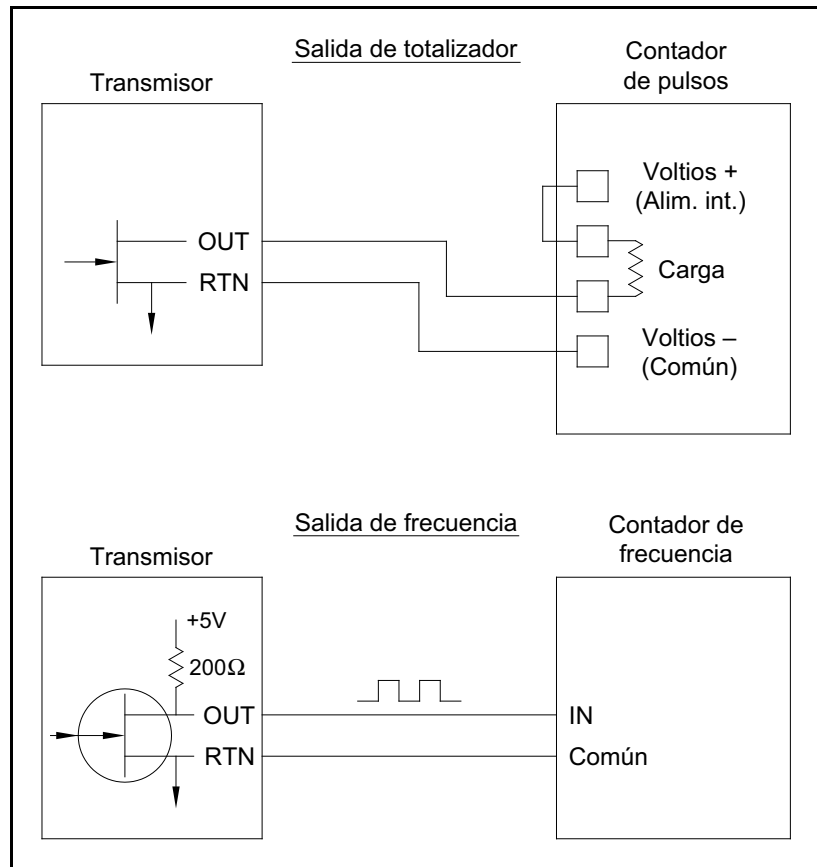
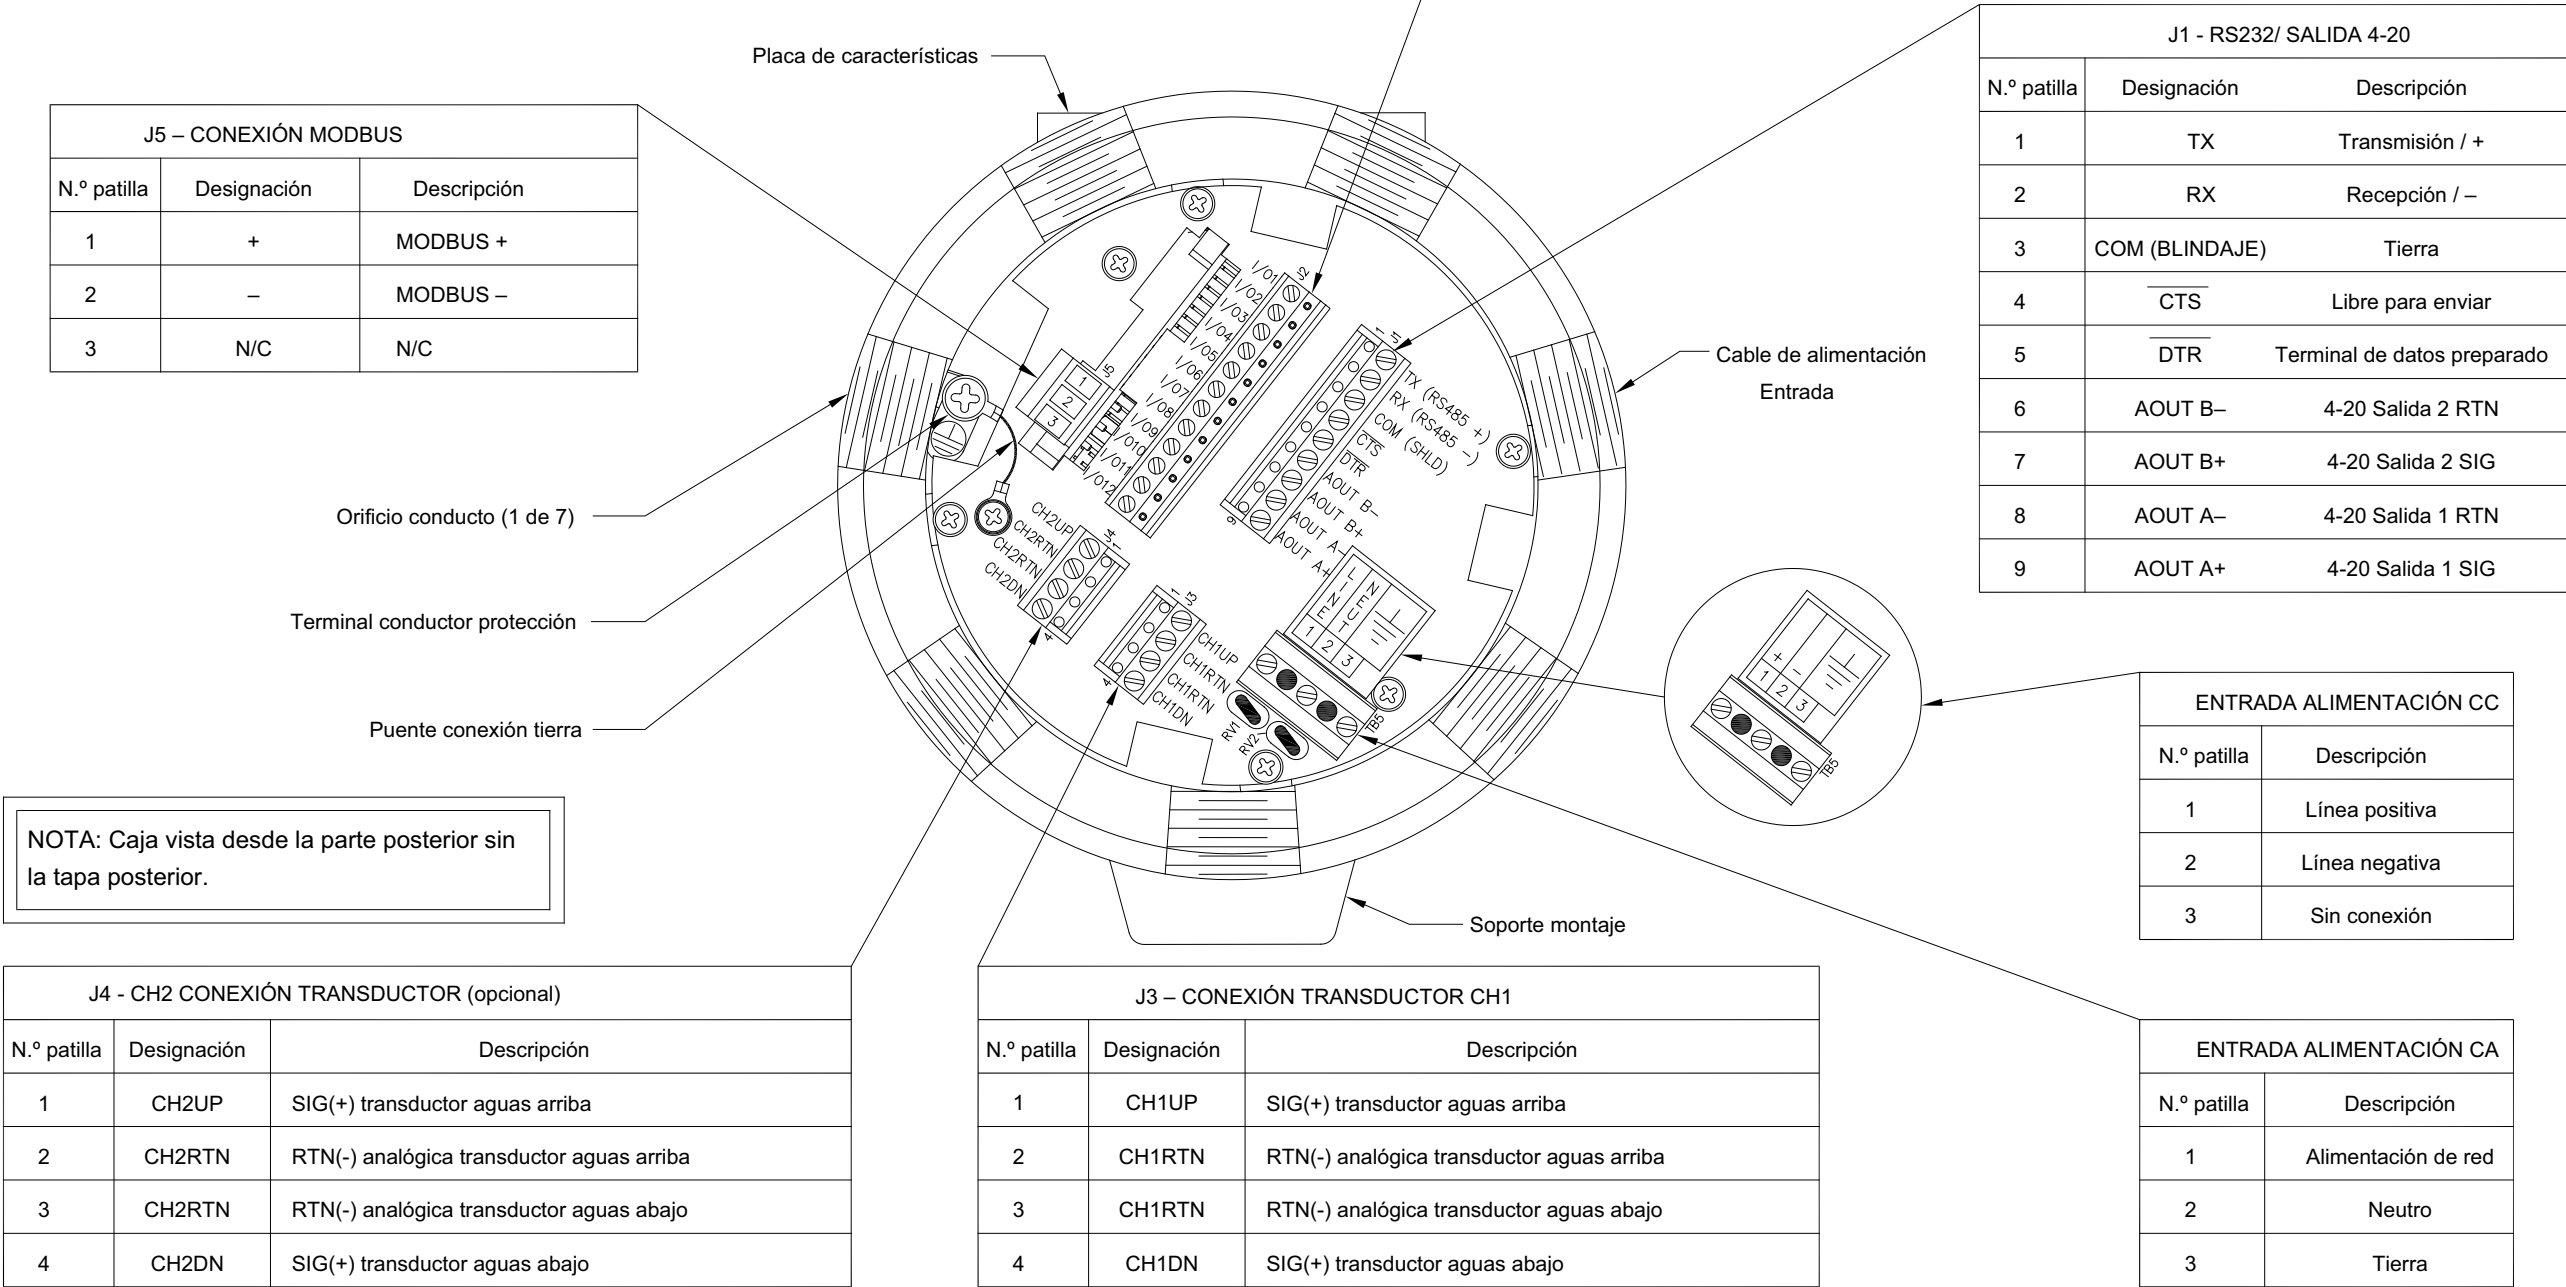
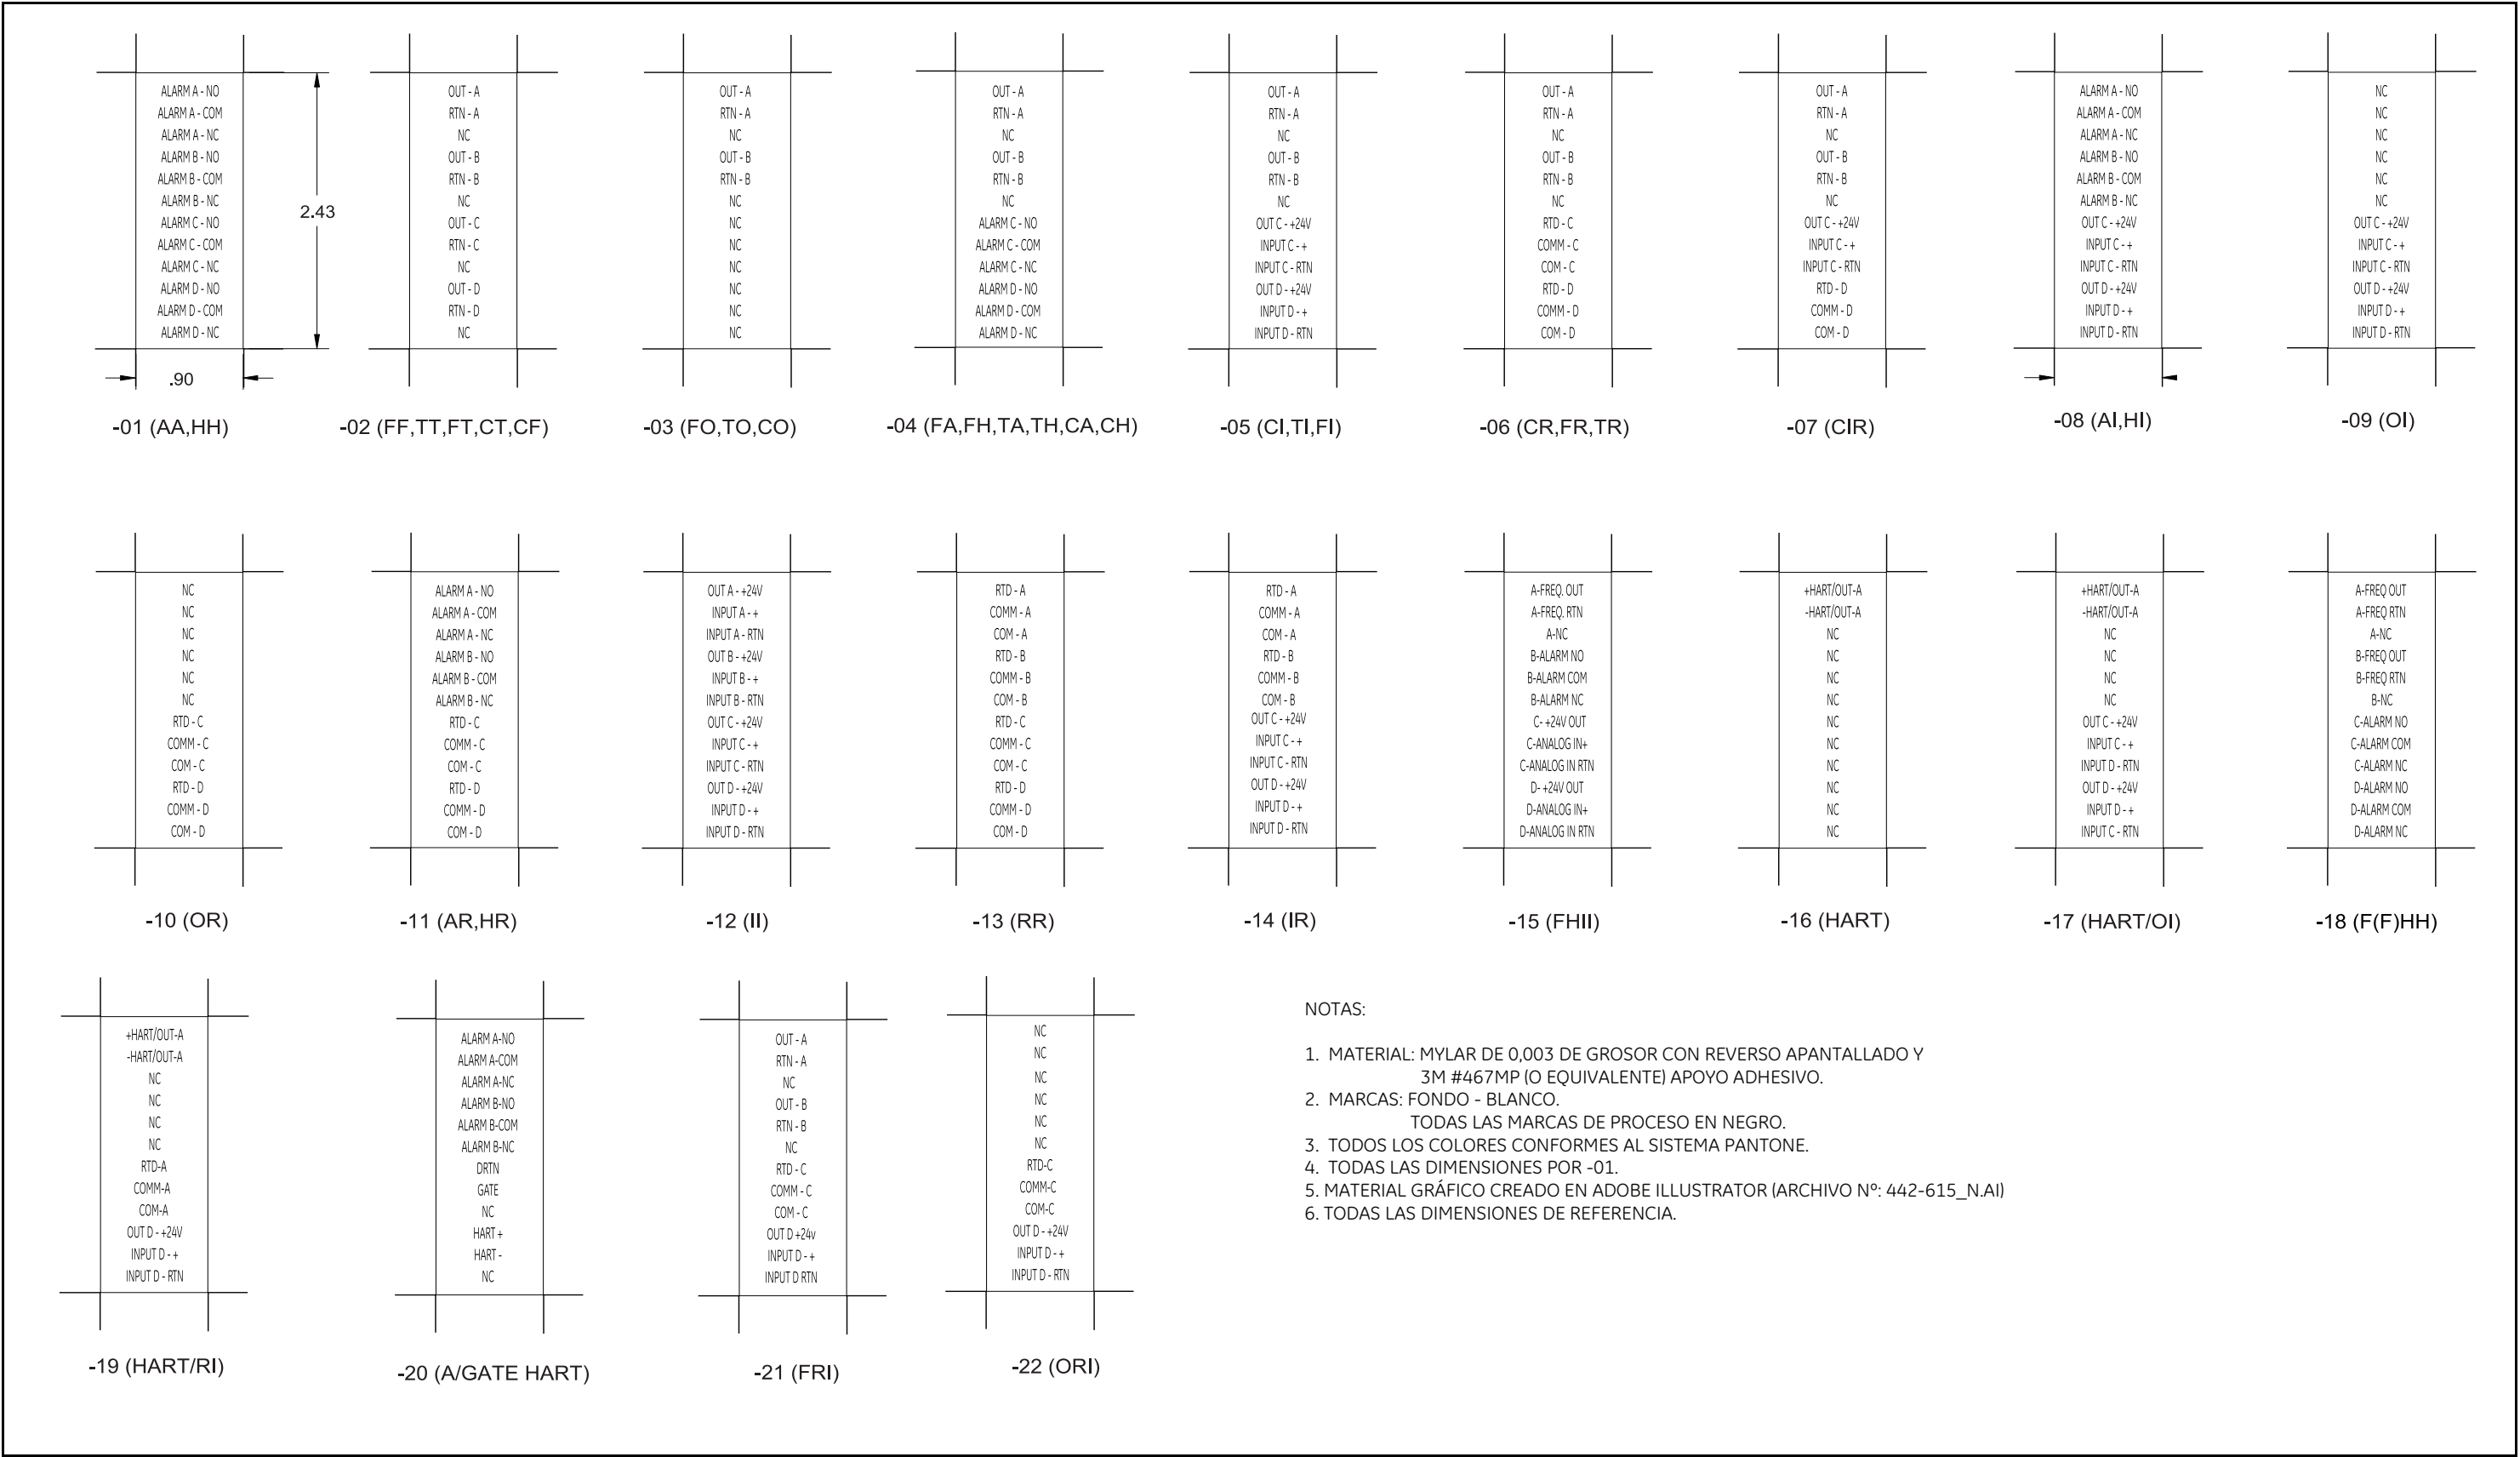

Figura 4: Cableado de las salidas de totalizador/frecuencia
Figura 7: Diagrama de cableado - Caja del sistema electrónico
Figura 8: Etiquetas de conexión de tarjetas opcionales (diagrama ref. 703-1473)
Consulte la *Figura 7 en la página 21* para llevar a cabo los pasos siguientes:
3. Localice el bloque de terminales de 12 patillas (**J2**) en la *Figura 7 en la página 21* y conecte la tarjeta opcional como se indica en la etiqueta del interior de la tapa posterior (consulte la *Figura 2 en la página 6* y la *Figura 8 en la página 22*). Fije la abrazadera del cable.
Antes de realizar cualquier conexión, siga los pasos descritos en *Preparación para el cableado* en la en la página 13. Conecte las entradas analógicas como se indica en la etiqueta de la tapa posterior (consulte la *Figura 8* en la página 22).
Antes de realizar cualquier conexión, siga los pasos descritos en *Preparación para el cableado* en la en la página 13. A continuación, conecte la tarjeta opcional conforme a las conexiones que se muestran en la etiqueta de la tapa posterior (consulte la *Figura 2* en la página 6 y la *Figura 8* en la página 22). La *Figura 4* muestra diagramas de cableado de un circuito de salida totalizador y de un circuito de salida de frecuencia. Consulte los requisitos de carga y tensión "Entradas y salidas opcionales" en la página 59..
La tarjeta opcional de entradas del XGF868i RTD (Resistance Temperature Device) proporciona dos o cuatro entradas RTD directas (denominadas A, B, C y D). Cada entrada RTD requiere tres cables, y debe estar conectada como se indica en la etiqueta de la tapa trasera (consulte la *Figura 2 en la página 6* y la *Figura 8 en la página 22*).
Antes de realizar cualquier conexión, siga los pasos descritos en *Preparación para el cableado* en la *página 13*. A continuación, conecte esta tarjeta opcional con las conexiones indicadas en la etiqueta de la tapa posterior (consulte la *Figura 2 en la página 6* y la *Figura 8 en la página 22*).